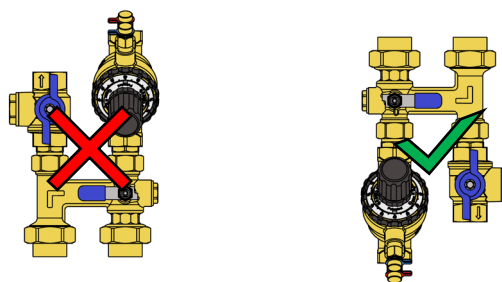

Fig.2
- ⚠ Válvula FilterBall®: dado que la válvula está equipada internamente con un filtro, no debe instalarse con el flujo orientado de abajo hacia arriba: en esta condición, de hecho, las impurezas capturadas no tendrían posibilidad de depositarse en correspondencia con el dispositivo. Se permite cualquier otra posición (**Fig.2**);